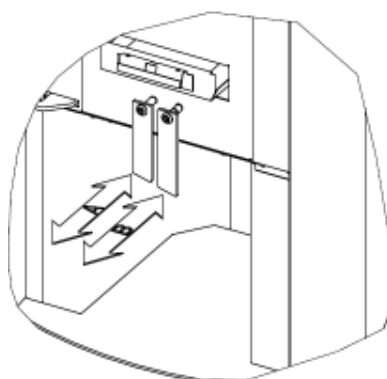

fig. 3
- ouvrir la prise d'air primaire (voir fig. 3)